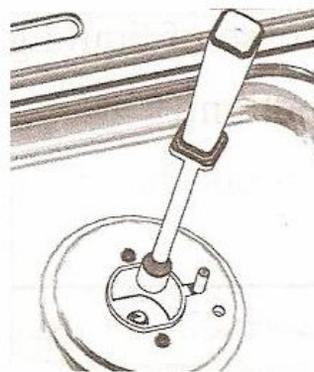

FIG. 2
- retirar los inyectores **(Fig. 2)** y sustituirlos por los adecuados al gas que se va a trabajar, en provisión, **(ver Tabla 1)**